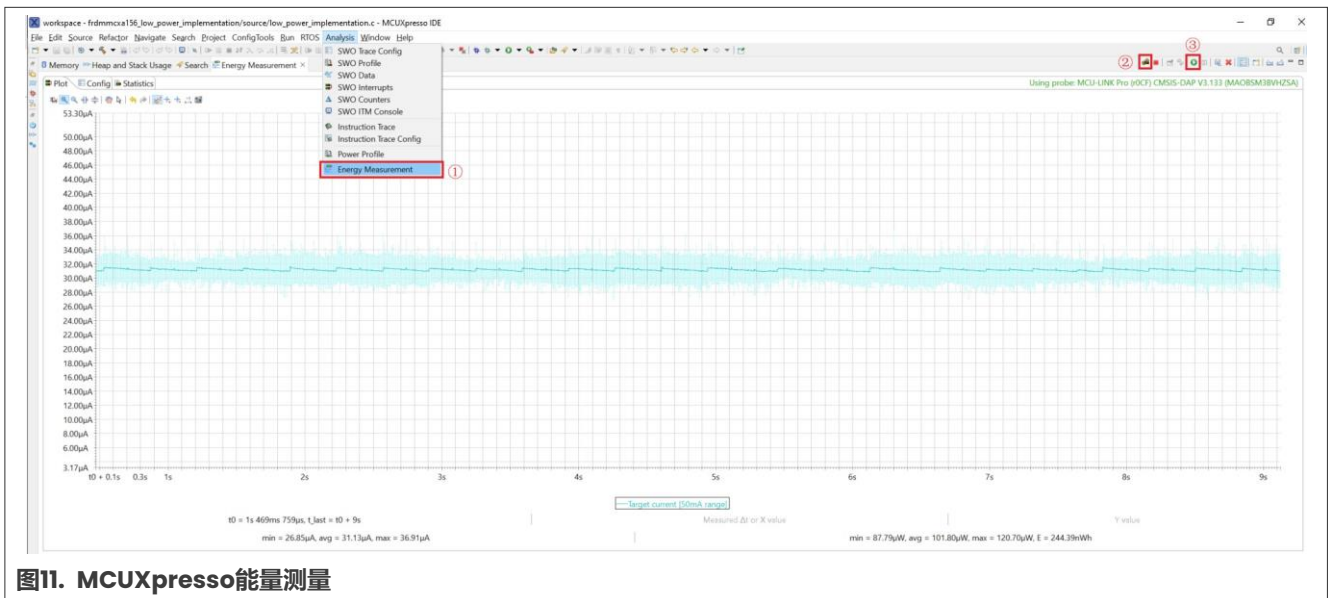

图11. MCUXpresso能量测量
2. 按照图11中的步骤使用MCUXpresso IDE测量电流。